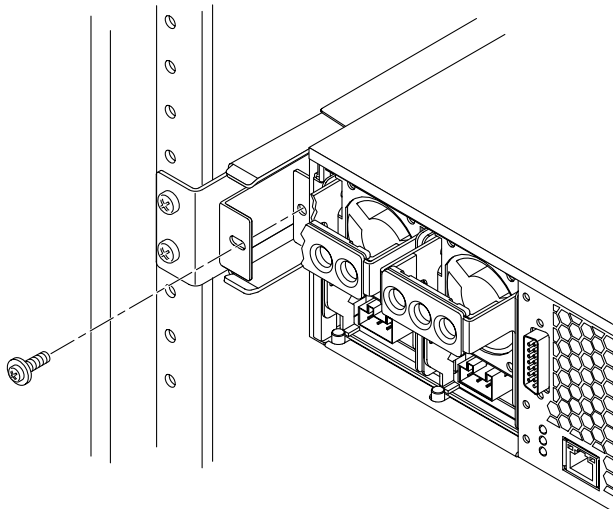

ABBILDUNG 3-21 Befestigen der Rückseite des Servers an den hinteren Flanschen
16. Schieben Sie den Server zurück, bis er bündig mit den hinteren Flanschen abschließt, und befestigen Sie anschließend mit einer M5 × 10-Kombi-Schraube pro hinterem Flansch die Rückseite des Servers an den hinteren Flanschen (ABBILDUNG 3-21).